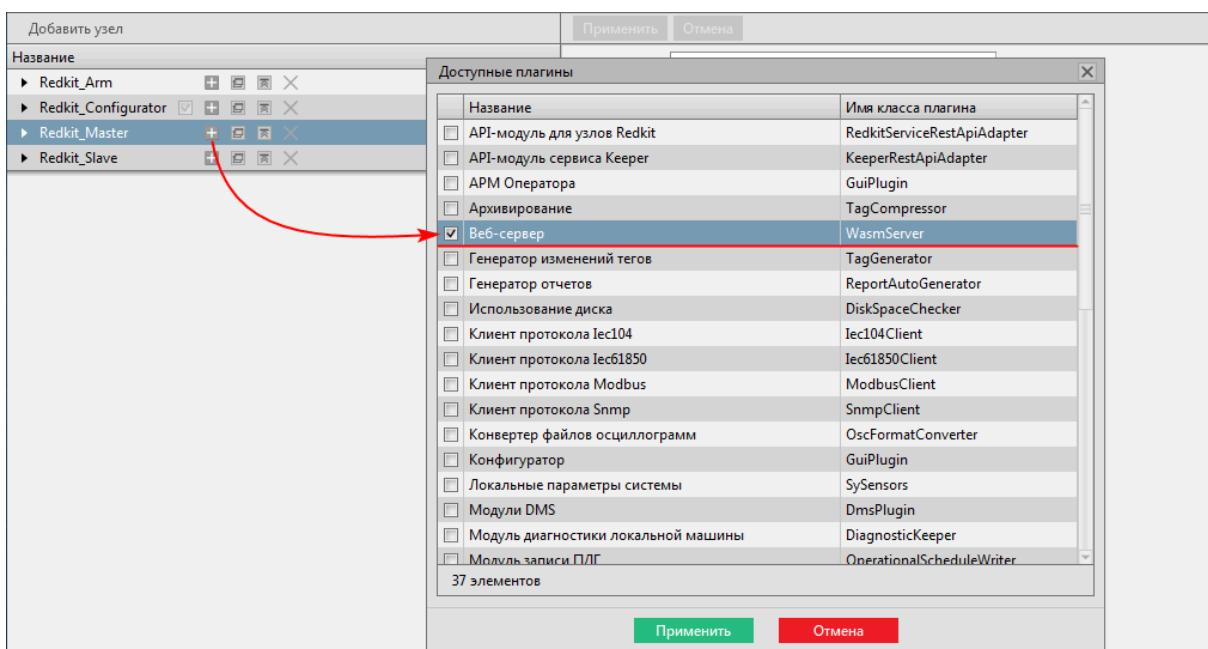

Рисунок 506 - Модуль «Веб-сервер»
4. У узла *Redkit\_Master* нажмите на  и выберите модуль **Веб-сервер** (Рисунок 506).